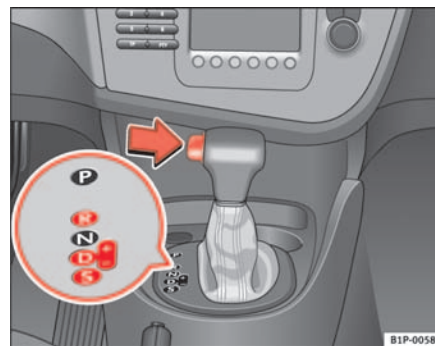

Fig. 121 Conducción
- Presione el pulsador del pomo (situado en la parte izquierda del mismo, ⇒ fig. 121).